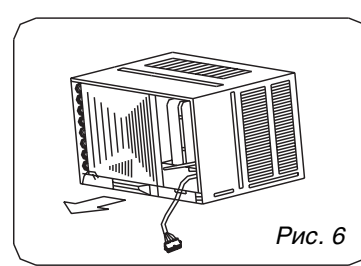

Рис. 6
2. Возьмитесь за ручку каркаса и аккуратно выдвиньте кондиционер из каркаса (рисунок 6).